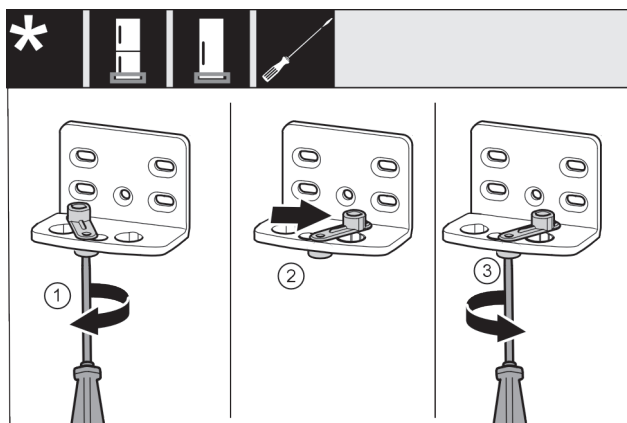

Fig. 18
- ▶ Šroubovákem volně přišroubujte šroub Fig. 18 (1).
- ▶ Zvedněte pomůcku zavírání dveří Fig. 18 (2) a v otvoru ji otočte o 90° doprava.
- ▶ Šroubovákem šroub Fig. 18 (3) pevně utáhněte.